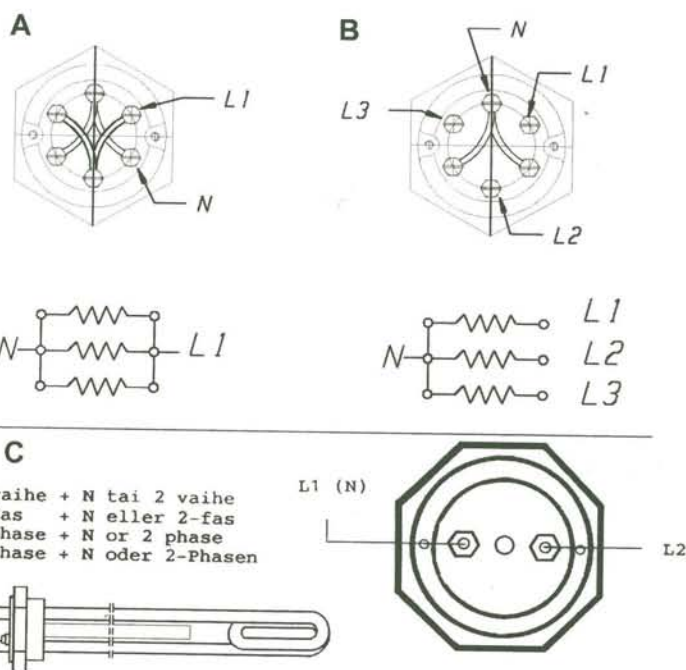

图2 布线图
- 单相电源(图2, A, C): 根据图A(或C, 单加热元件)将电源电缆接到端子L1和N上。将地线接到接线盒基座上的接线端子上。
- 三相电源(图2, B): 拆去褐色导线，将电源电缆的相线与端子L1, L2和L3相连。如果有地线把地线接到接线盒基座上的接地端子上。